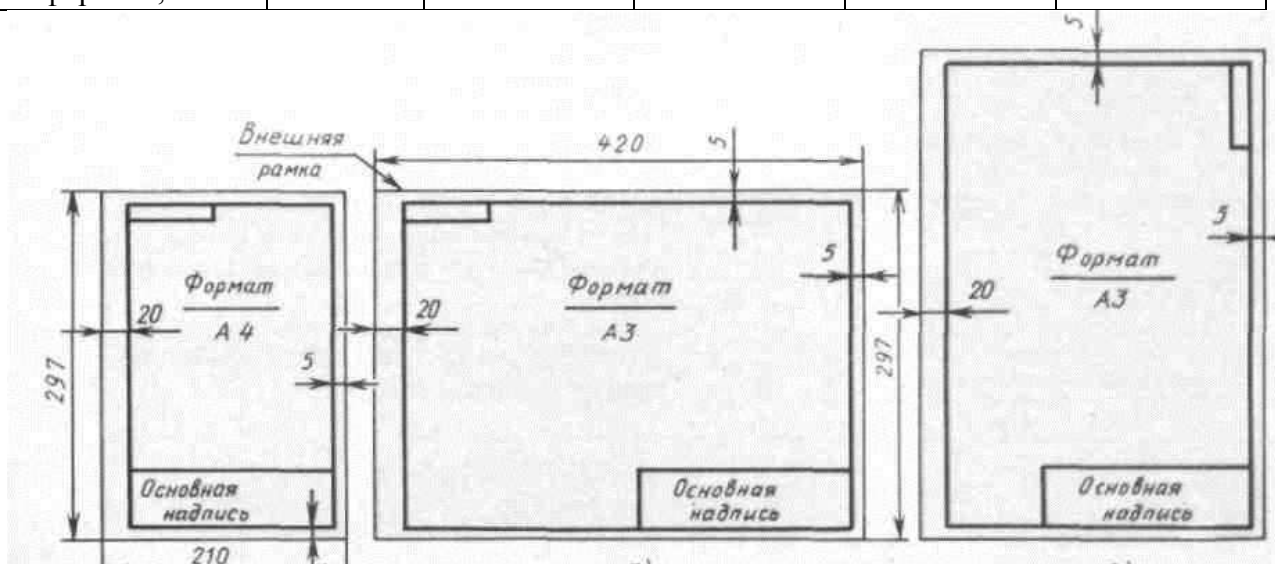

Рисунок 1
1) рис.1    2) рис.2    3) рис.3    4) рис.4    5) рис.6
Все чертежи должны выполняться на листах бумаги стандартного формата. Форматы листов бумаги определяются размерами внешней рамки чертежа (рис. 1). Она проводится сплошной тонкой линией.